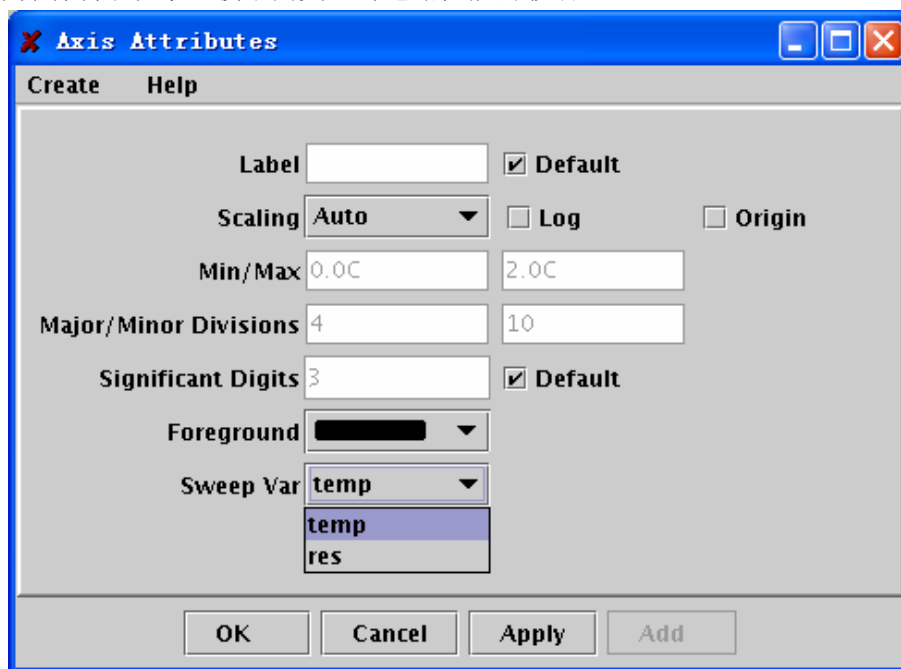
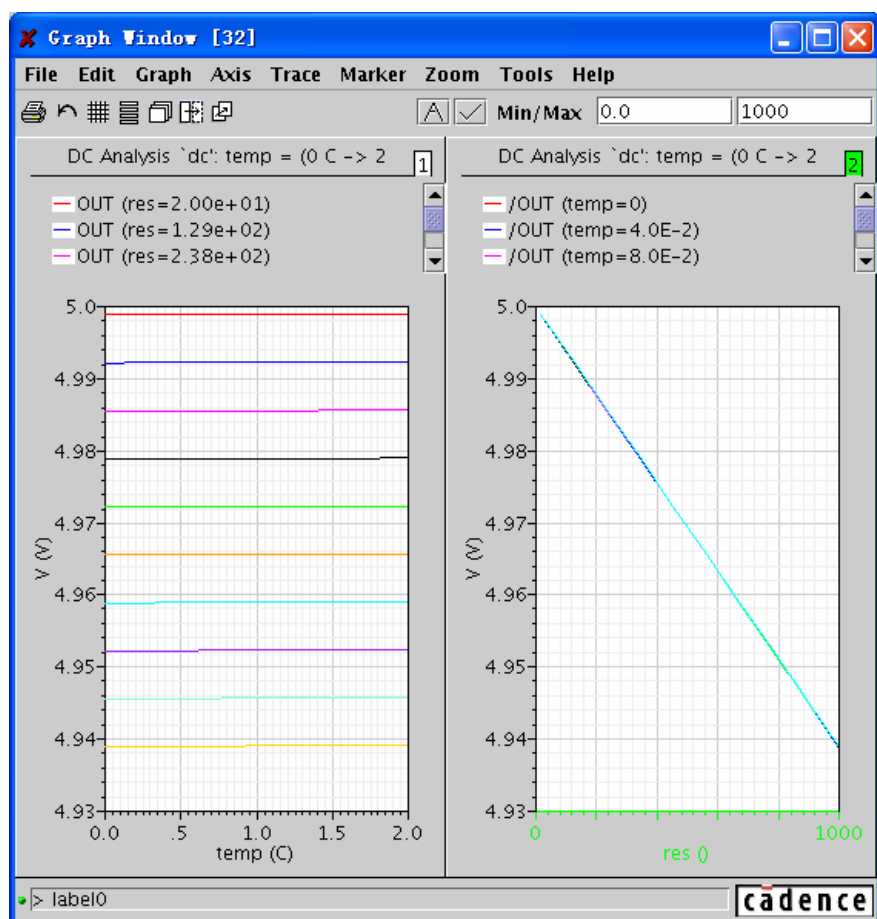

图 12.22 “Sweep Var”栏的下拉菜单中包含所有的扫描变量
图 12.23 “res” 和 “temp” 作为扫描变量的仿真结果
- 如果选择的波形来自于非瞬态的参变量扫描，那么会出现“Sweep Var”栏，如图 12.22 所示。在该栏的下拉菜单中包含所有的扫描变量，包括 ADE 中设置的，以及“Parametric Analysis”中设置的扫描变量。通过在该下拉菜单中的选择，可以将需要的扫描变量作为 X 轴，重新显示波形。在图 12.22 中，“temp”是 ADE 中的扫描变量，而“res”是“Parametric Analysis”中设置的扫描变量。在图 12.23 中，左边的子窗口显示了以“temp”作为 X 轴的仿真结果，而右边的子窗口显示了以“res”作为 X 轴的仿真结果。这种功能十分有利于观察比较不同变量对电路性能的影响。